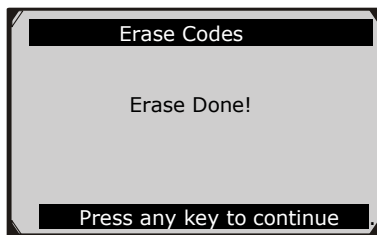

Figura 5.8
- Si los códigos se borran con éxito, un "**Erase Done!**" mensaje de confirmación aparece en la pantalla. ( Figura 5.8)